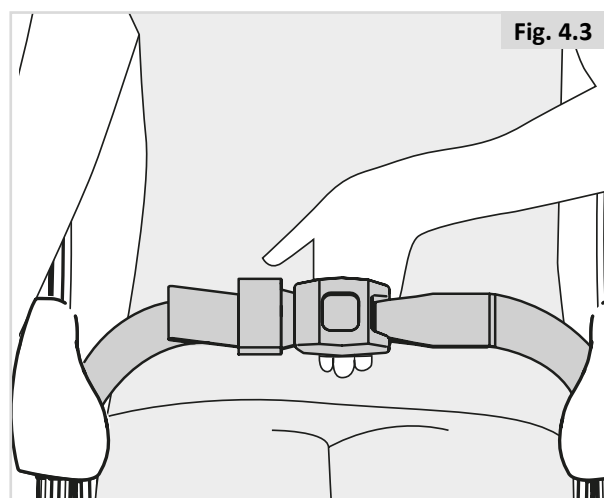

Fig. 4.3
- Ajuste o cinto pélvico, não deixando uma folga maior que a largura de uma mão para conforto e segurança (Fig. 4.3).